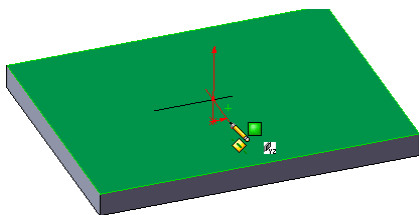
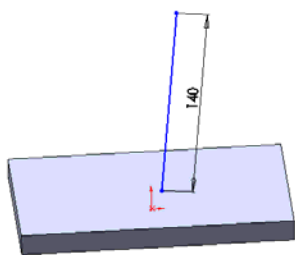

图 15-31 切换 3D 绘图坐标系
图 15-32 绘制直线
①单击“草图”工具栏中的“3D 草图”按钮, 单击“直线”按钮, 按 Tab 键, 切换坐标系如图 15-31 所示, 绘制一条直线, 如图 15-32 所示, 标注其智能尺寸。